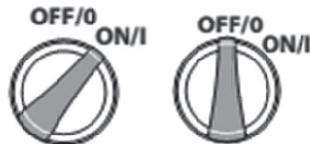

Рис. 18
4. Переверните выключатель на мойке в положение **ON** (Рис. 18). Двигатель начнет работать создавая давление в системе, при достижении максимального значения давления двигатель остановится.